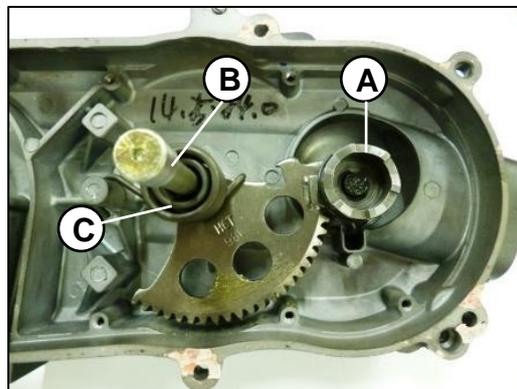

Fig.03
Instale el pasador del pedal (B) de encendido, la arandela, el buje del eje, el eje del pedal de encendido y el resorte (C) adentro de la carcasa izquierda. **Fig.03**